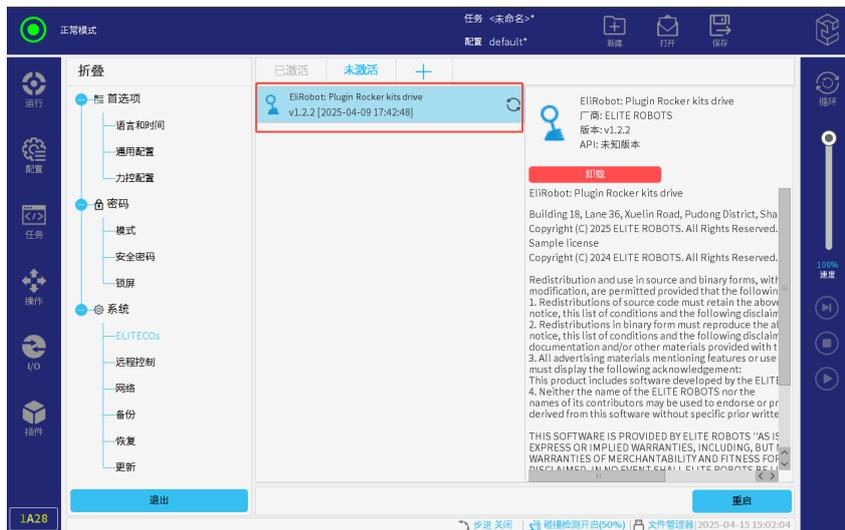

图 3-8: 未激活
- 点击“未激活”，即可看到该插件，如图 3-8所示。重启示教器，该插件安装成功。